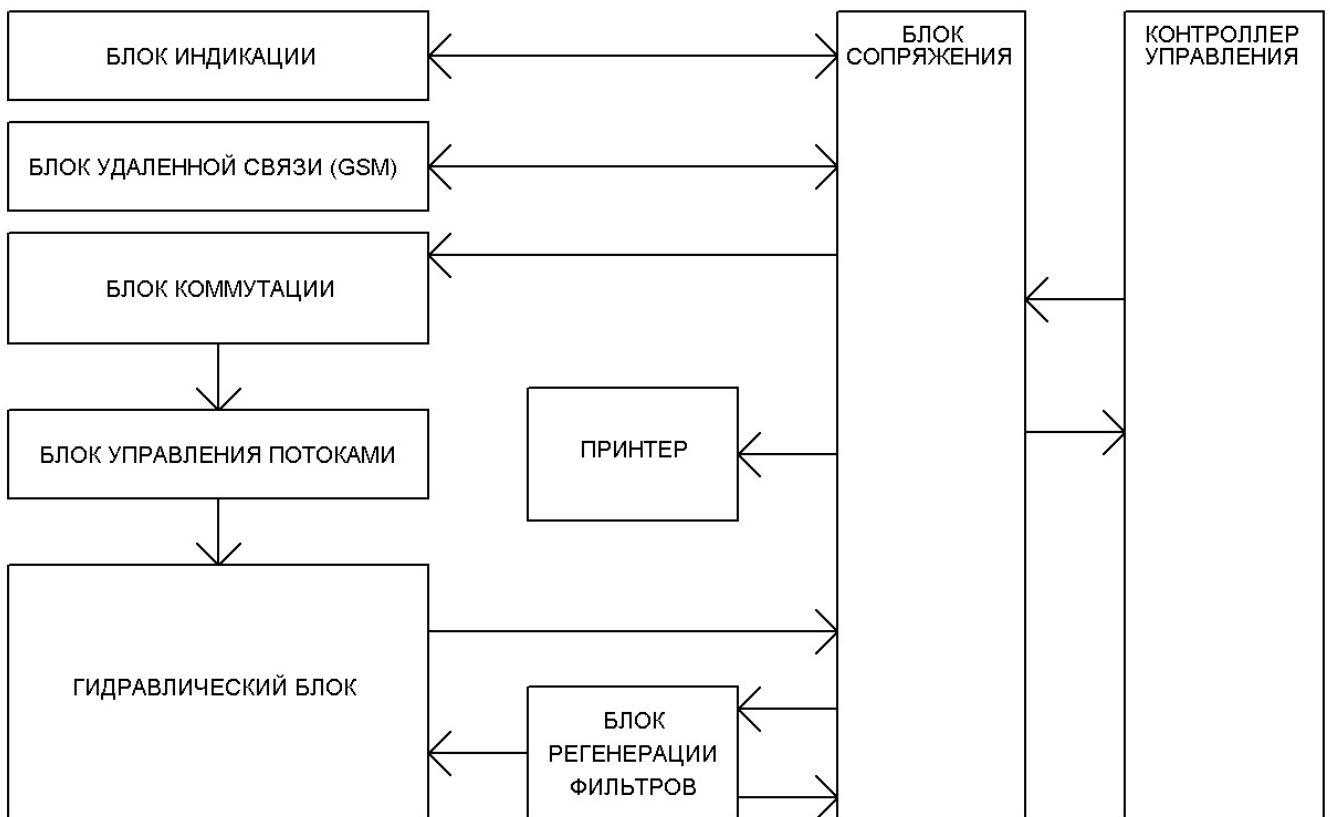

Рис.1.
- 6.1. С точки зрения функционирования программного обеспечения (ПО) аппарат водоподготовки представляет собой устройство, блок-схема которого приведена на рис.1, и состоящее из: